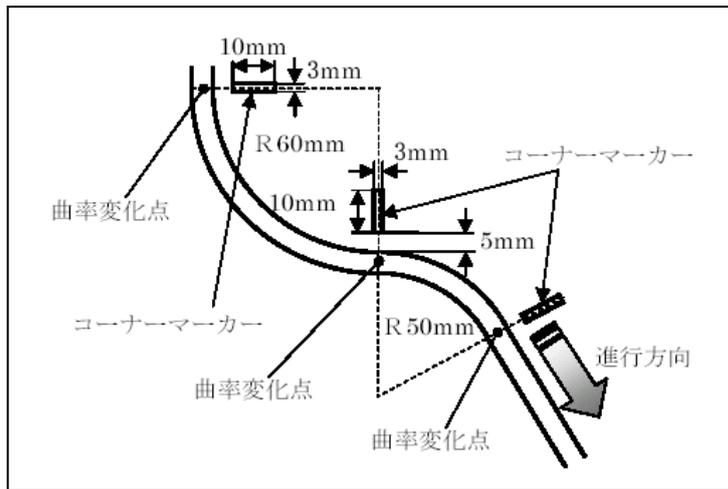

図6 コース円弧部分、コーナーマーカーの形状
4-6 コースの曲率が変わる地点には、進行方向左側の定められた位置（図6参照）にコーナーマーカーが白色で示されている。
3. コースは、曲率の変化する円弧が連続する場合もある。（図6参照）